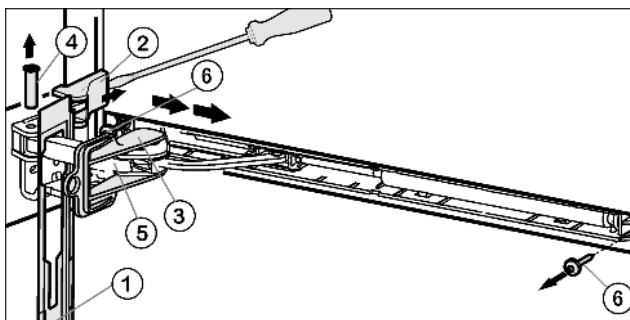

Fig. 5
- ▶ Przesunąć przesłonę ponad pałąkiem amortyzatora Fig. 5 (5) do przodu, w kierunku urządzenia.
- ▶ Zaczepić zabezpieczenie Fig. 5 (3) w otworze podłużnym.
- ▶ Podważyć osłonkę Fig. 5 (2) śrubokrętem od zewnątrz i wyjąć na zewnątrz.
- ▶ Wypchnąć sworzeń Fig. 5 (4) od dołu.
- ▶ Nacisnąć pałąk amortyzatora Fig. 5 (5) w kierunku drzwi.
- ▶ Zdjąć przesłonę Fig. 5 (1).
- ▶ Odkręcić cały zespół amortyzatora zamykania (2x Torx® 15) Fig. 5 (6).